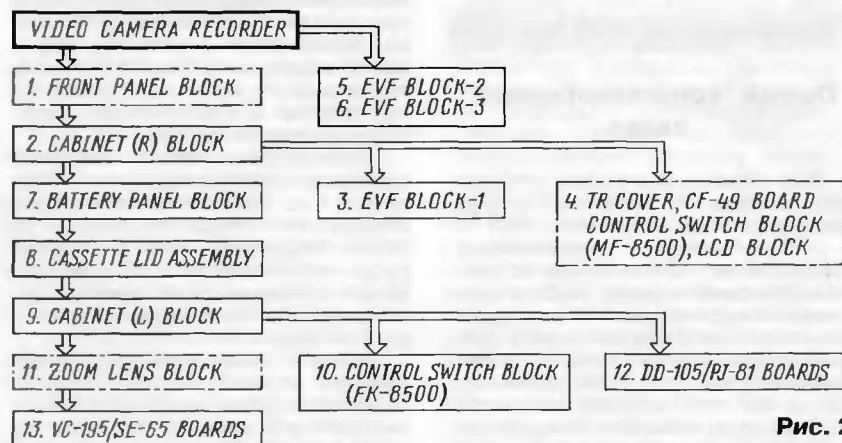
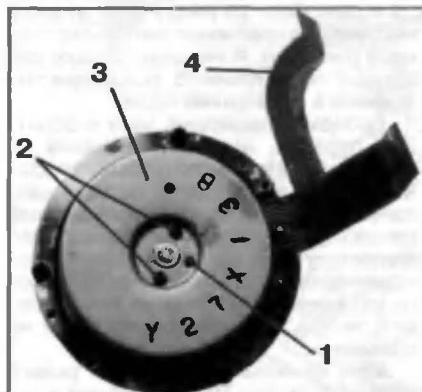
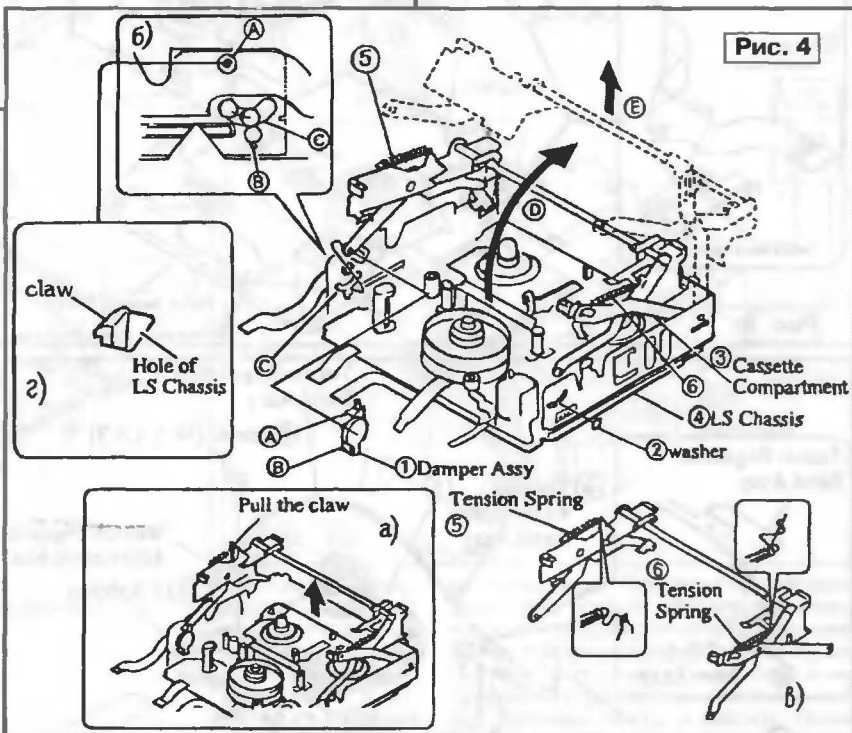

Рис. 2
Рис. 5
Рис. 4
Общий порядок разборки видеокамер линейки TR311E—TR845E представлен на рис. 2 (из раздела 2 сервисного пособия). Названия этапов, помещенные в штрихпунктирные прямоугольники, означают, что на этих этапах порядок разборки может быть различным в зависимости от модели камеры. Перечислим все этапы: 1 — демонтаж узла передней панели в сборе; 2 — разборка правой боковины корпуса; 3 — удаление узла видеодискретеля в сборе; 4 — снятие узла крышки правой боковины корпуса, платы управления CF-49, панели управления MF-8500 и ЖК индикатора режимов; 5 — демонтаж цветного ЖК видеодискретеля в моделях TR512E/TR730E; 6 — разборка черно-белого видеодискретеля (в остальных моделях); 7 — удаление батарейного отсека; 8 — снятие крышки кассетоприемника; 9 — демонтаж левой боковины корпуса; 10 — снятие верхней панели управления FK-8500, которая закреплена защелками на кассетоприемнике; 11 — разборка узла объектива; 12 — удаление плат импульсного преобразователя напряжения DD-105 и бокового терминала выходных разъемов PJ-81; 13 — снятие главной платы VC-195 и передней платы SE-65 в моделях TR-640E/730E/840E/845E. На передней плате находится узел магниточувствительных датчиков от устройства определения положения видеокамеры относительно поверхности Земли. При опускании аппарата объективом вниз запись останавливается.
и шасси механизма (MECHANISM CHASSIS ASSEMBLY). Начинают разборку с демонтажа узла кассетоприемника. При этом ориентируются по рис. 4, где цифрами обозначены (в скобках около цифр указаны позиции деталей и узлов на рис. 2 и в табл. статьи [1]): 1 (701) — демпфер, обеспечивающий плавный выброс кассеты; 2 — стопорная разрезная
щелку (claw), показанную на рис. 4,а; освобождают защелки А и В демпфера 1; снимают стопорную шайбу 2 с оси кассетоприемника и извлекают его из паза С борта подвижного шасси LS (рис. 4,б). Затем сдвигают кассетоприемник в направлении стрелки D, извлекают его направляющие из бортов шасси LS и удаляют кассетоприемник в направлении стрелки E.
Операции установки кассетоприемника делают в обратном порядке. При этом необходимо убедиться, что прямолинейные части пружин 5 и 6 находятся внутри механизма (рис. 4,в), а защелки демпфера 1 зафиксированы в пазах шасси LS (рис. 4,г).
Загрязненную щетку узла очистителя головок 830 (рис. 2 в [1]) можно извлечь отдельно, не снимая весь узел очистителя, для чего необходимо удалить соответствующую стопорную шайбу. Эффективная очистка щетки достигается обычной стиркой в горячей воде со стиральным порошком. Тщательно промы-
Для демонтажа БВГ достаточно вывинтить три винта крепления. Доступ к ним обеспечивается через соответствующие отверстия в несущем шасси Ш (рис. 4 в [1]). В практике ремонта иногда возникает необходимость разборки БВГ в связи с тугим ходом при вращении из-за высыхания смазки или попадания внутрь посторонних микрочастиц (пыли и т. п.). На рис. 5—7 представлены виды БВГ снизу, ротора и статора двигателя электропривода и БВГ без двигателя соответственно. Цифрами на рисунках указаны: 1 — идентификационное отверстие (должно совпадать с соответствующим отверстием 1 на втулке 8); 2 — винты крепления ротора двигателя; 3 —